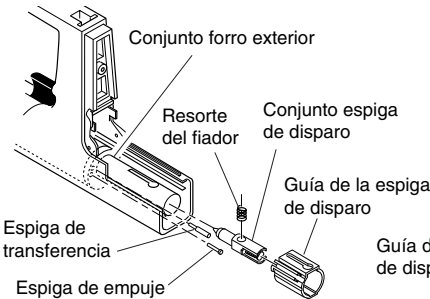
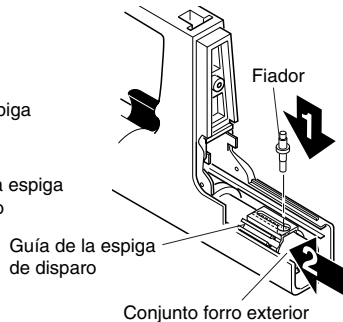

Figura 18 - Colocación del conjunto espiga de disparo y guía, resorte, espiga de transferencia y espiga de empuje
Figura 19 - Colocación del fiador
1. Inserte la espiga de transferencia y la espiga de empuje en el conjunto forro exterior (vea la Figura 18).
2. Coloque el resorte del fiador en el conjunto espiga de disparo. Coloque el conjunto espiga de disparo deslizándolo por la parte interna del forro exterior (vea la figura 18). Ponga la guía de la espiga de disparo deslizándola por la parte externa del conjunto forro exterior. Alinee los orificios de la guía de la espiga de disparo, del conjunto forro exterior y del conjunto espiga de disparo de modo que el fiador pueda pasar fácilmente a través de los tres. (vea la Figura 19).